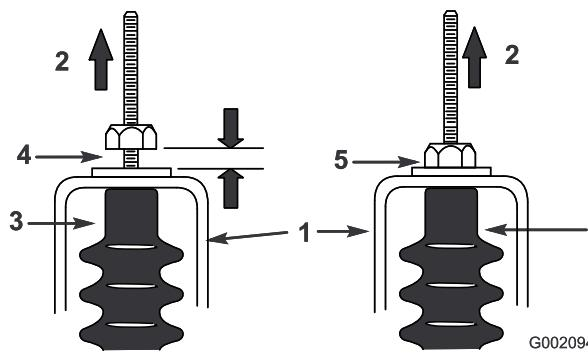

Figura 60
5. Puxe cada cabo de mudanças para se certificar de que existe folga de 0,76 a 1,52 mm entre a porca/anilha e o suporte neutro (Figura 60).